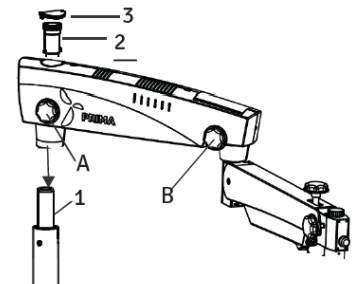

Figura 38
- B. Posizionare il gruppo braccio sull'albero della colonna (1) mostrato nella figura 38.
- C. Avvitare il tappo filettato dall'alto (2).
- D. Posizionare il cappuccio protettivo (3) e allentare la manopola di bloccaggio del braccio di sospensione (B) in modo che possa ruotare.